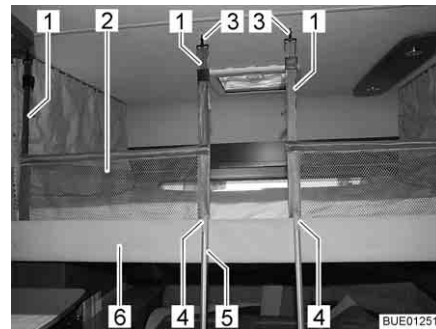
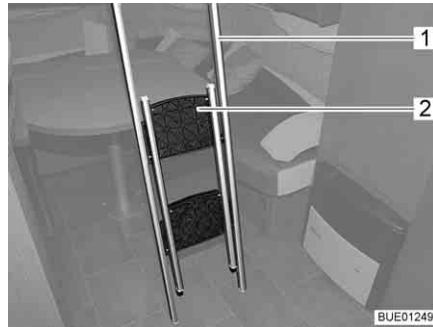
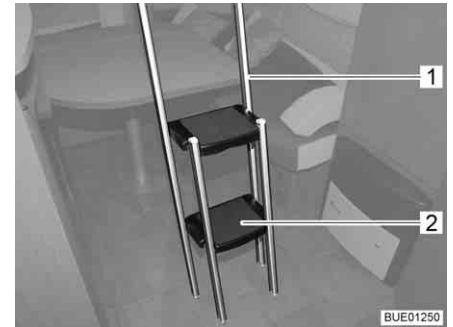

Fig. 79 Lit escamotable avec filet de sécurité tendu
Fig. 80 Échelle de montée repliée
Fig. 81 Échelle de montée dépliée
Filet de sécurité Le filet de sécurité (Fig. 79,2) avec les sangles de sécurité se trouve dans le lit escamotable sous le matelas. Ne tendre le filet de sécurité qu'une fois que les personnes se trouvent dans le lit escamotable.
- Suspendre les sangles de sécurité (Fig. 79,1) aux crochets (Fig. 79,3) situés au plafond.
- Accrocher l'échelle de montée (Fig. 79,5) à la barre-poignée (Fig. 79,4) du lit escamotable à l'aide des deux étriers (Fig. 79,6).
- Saisir la partie repliée (Fig. 80,2) de l'échelle de montée (Fig. 80,1) par le bord supérieure et la déplier jusqu'à ce que les quatre pieds reposent bien sur le sol (Fig. 81).
- Replier les marche-pieds (Fig. 81,2).
- Décrocher l'échelle de montée (Fig. 81,1) de sur la barre-poignée (Fig. 79,6) du lit escamotable.